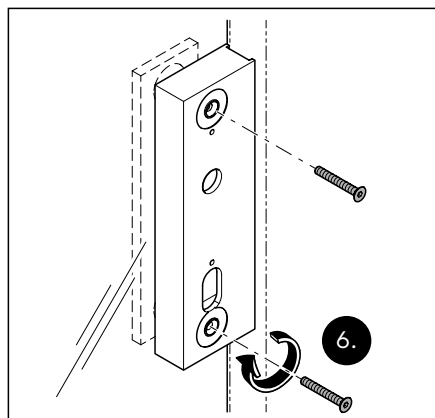

Abb. 15 Die Schlosstasche und die Anschraubplatte verbinden
6. Die Schlosstasche und die Anschraubplatte durch die Tür mit den entsprechenden Schrauben locker verbinden (Abb. 15).
10. Die Schlosstasche und die Anschraubplatte mit 10 Nm fixieren (siehe Abb. 15).